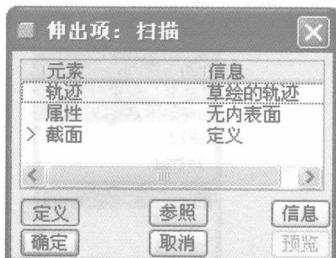
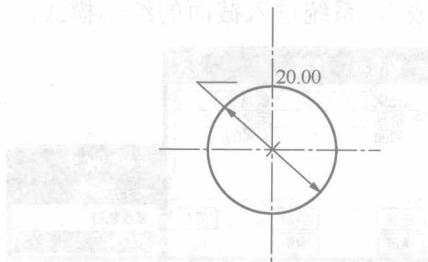
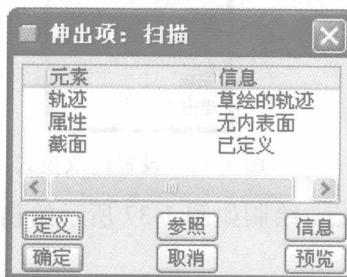
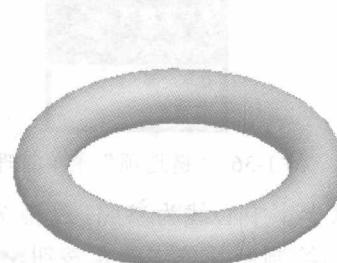

图 1-29 定义扫描截面
图 1-30 绘制扫描截面
图 1-31 所有项定义完成
图 1-32 生成扫描实体
(4) 系统进入草绘模式，根据扫描特征对话框如图 1-29 所示的提示，在原点绘制如图 1-30 所示的二维截面。单击  按钮，退出草绘模式，扫描特征对话框显示所有项定义完成，如图 1-31 所示。单击“确定”按钮，生成如图 1-32 所示的扫描实体。